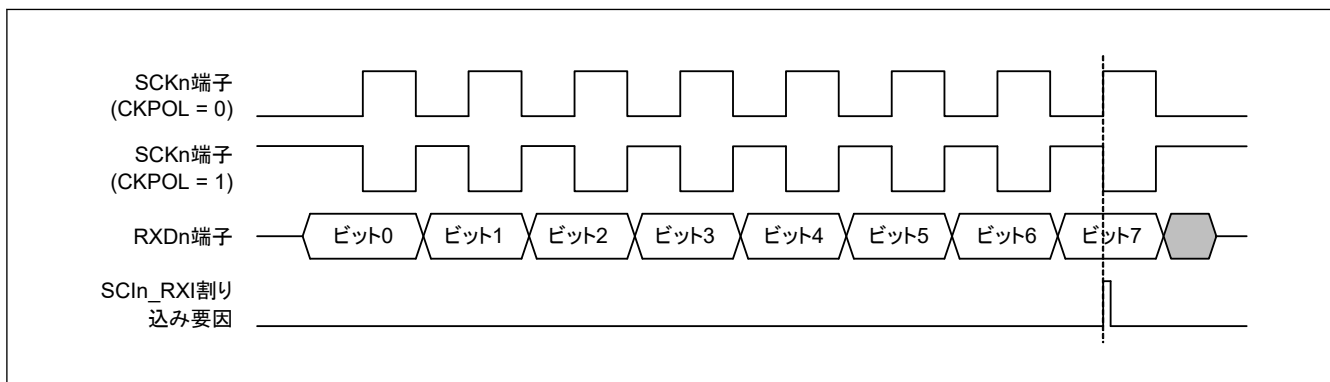

図 24.63 簡易 SPI モードにおける SCIn_RXI 割り込みの発生タイミング (クロック遅れあり)
- クロック遅れあり (SPMR.CKPH ビット = 1) では、図 24.63 に示すように、SCKn 端子の最終クロックエッジ手前のクロックエッジで受信データフル割り込み (SCIn_RXI) が発生します。SCR レジスタの TE ビットと RE ビットを SCKn 端子の最終クロックエッジより前に 0 にすると、SCKn 端子出力がハイインピーダンスとなり、送受信クロックの最後のクロックパルス幅が短くなります。また、SCIn_RXI 割り込みの発生によって、SCKn 端子の最終クロックエッジより前に接続先スレーブの SSn 端子入力信号が High になった場合、スレーブが誤動作する可能性があります。